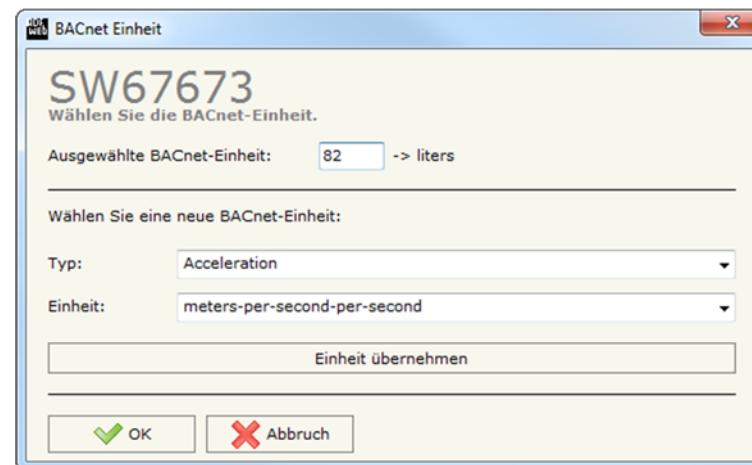

Abb. 14: BACnet Einheit
- Im Feld **"Tech. Einheit"** gebe Sie die Enumeration ein, die zu der festgelegten technischen Einheit gehört. Falls Sie die Enumeration nicht kennen, können Sie durch ein Doppelklick in das Feld, das Fenster **„BACnet Einheit“** (siehe Abb. 14) öffnen. Hier können Sie den Typ und die Einheit auswählen und erhalten den dazugehörigen Zahlenwert. Möchten Sie keine Einheit, tragen Sie „95“ für „keine Einheit“ ein.